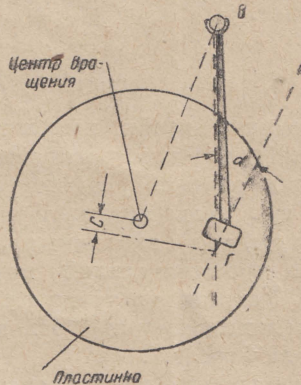

Рис. 5. Установка адаптерной стойки
На рис. 5 показано схематическое изображение установки стойки с звукоснимателем, а в таблице 1 даны цифровые значения угла α и величины выноса (C) адаптера за центр диска в зависимости от расчетной длины держателя.